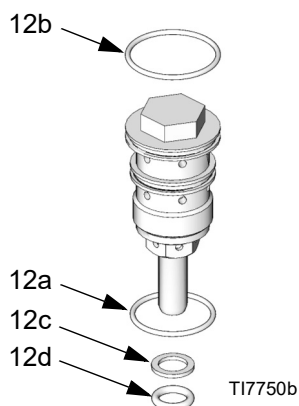

FIG. 13. Original detailtegning for løfteventil
4. Se FIG. 13. Skru løfteventilheden fra hinanden (12). Det kan være, at de små o-ringe (12c, 12d) ikke kommer ud med løfteventilen. Sørg for at fjerne dem fra toplåget (1) eller bunddækslet (3).
6. Smør løfteventilsamlingerne (12), og genmonter dem i den øverste hætte (1) og bunddækslet (3). Tilspænd med et moment på 40,6-48,8 N•m (30-36 fod-pund).